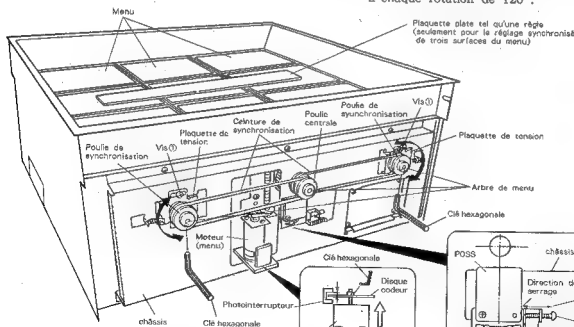

Fig. 7-1
- Réglages synchronisés de trois surfaces du menu (Fig. 7-1)